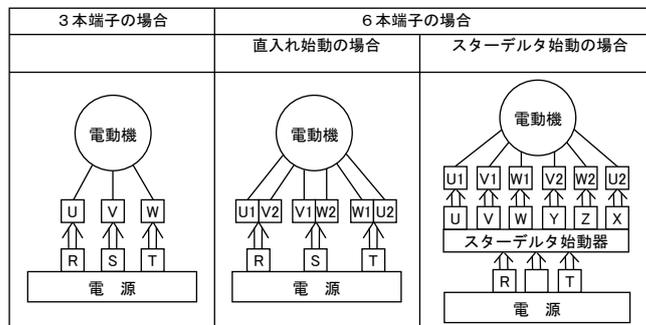

図 10 結線図（負荷側〈吸込側〉から見て左回転の場合）
- (1) 配線は図10を見て行ってください。図10の電動機の回転方向は、負荷側（吸込側）から見て、左回転です。逆回転の場合は図10の電源RとTを入替えてください。